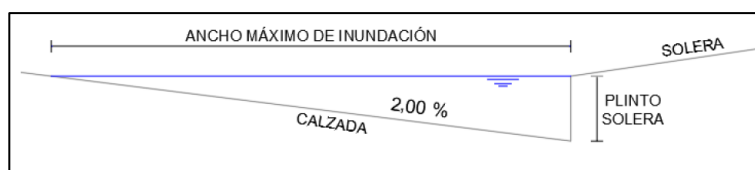

Figura 1
27. Los pasajes no consideran bombeo, la verificación es a calzada completa que no sobrepase plinto de 5 cm. (ver figura 1)